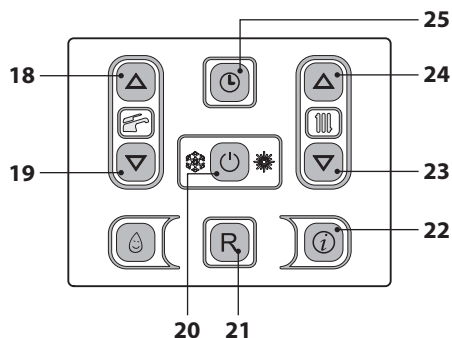
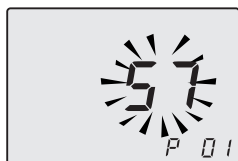

Figura 9.28
Figura 9.29
- Entrare in "modalità programmazione" premendo contemporaneamente per 10 secondi i tasti 20 - 23 - 24 (Figura 9.28) fino a far apparire sul display LCD le lettere **P01** che si alternano con il valore del parametro (99=M262MK.2025 SB o 100=M262MK.2530 SB), indicanti l'entrata nel "parametro 01" (Figura 9.29).